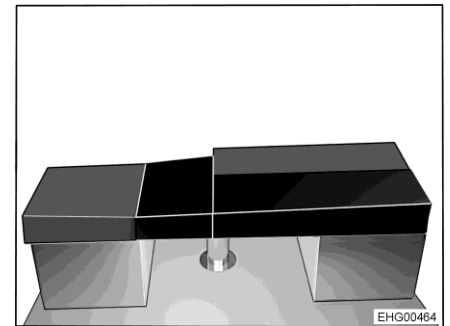

Fig. 183 Dopo la trasformazione
- Posizionare il cuscino aggiuntivo rettangolare sul tavolo (vedi Fig. 183).
- Collocare il cuscino aggiuntivo obliquo sull'allargamento letto a L (vedi Fig. 183).